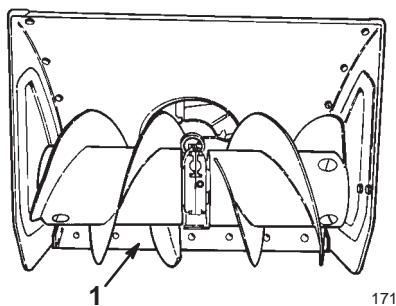

Figure 16
2. Placez la déneigeuse sur une surface plane et horizontale et vérifiez si la lame racluse (Fig. 16) est bien parallèle au sol. Si ce n'est pas le cas, ajustez la position de la lame racluse, comme expliqué à la rubrique Réglage des patins et de la lame racluse, page 22.